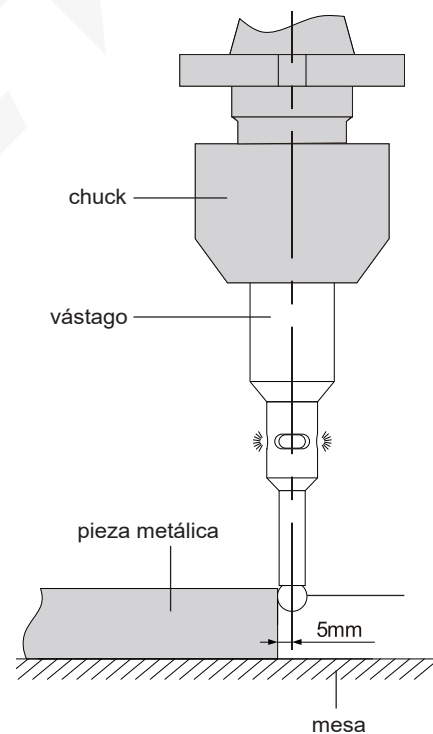

fig.3
2. El vástago se conecta eléctricamente a la pieza metálica a través del mandril y la mesa, el LED se enciende y el zumbador (6572-2) suena cuando la bola toca suavemente la pieza (fig. 3). En ese momento, la distancia entre el eje del buscador de bordes y la superficie de la pieza de metal es de 5 mm.